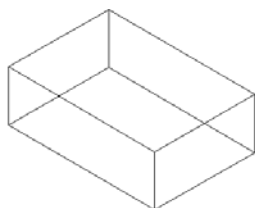
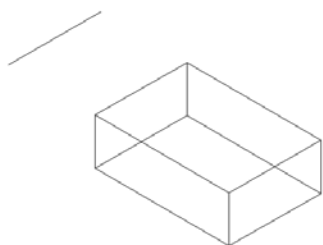

图 11.36 原图
图 11.37 提取边
(1) 绘制如图 11.36 所示的图形。
(2) 选择【修改】/【三维操作】/【提取边】命令。
(3) 选择需要提取的对象, 并按回车键。
(4) 移动剩余的部分即可, 提取边后的效果如图 11.37 所示。